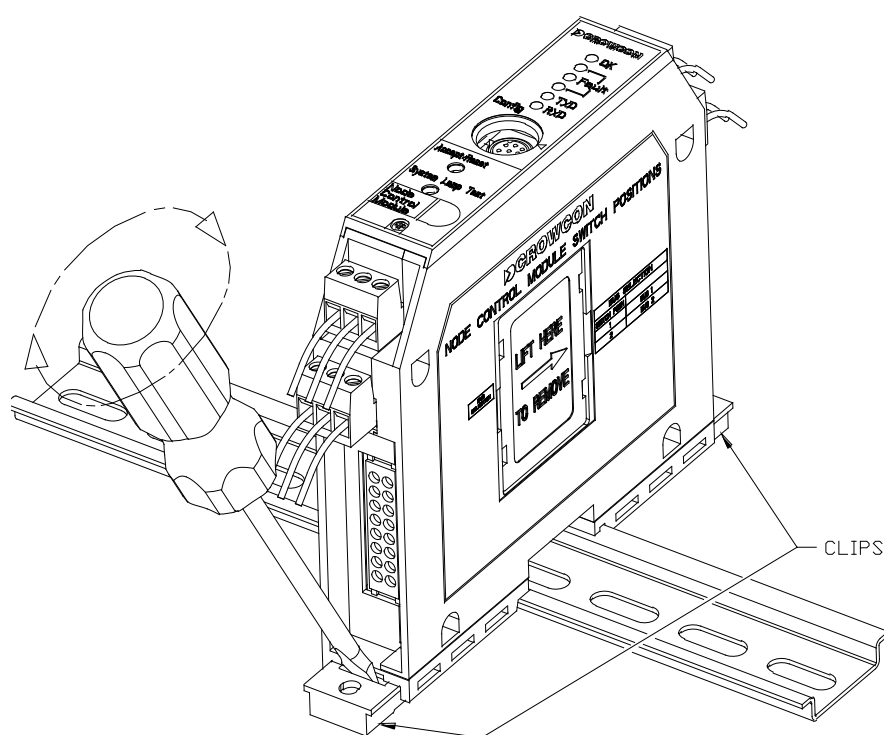

Figure 14 : Module sur le Rail DIN et procédé de retrait
Les modules sont branchés dans les fiches sur le Rail DIN et sont maintenus par des clips en plastique. Voir Figure 14.
5. Pour démonter un module, soulevez le clip supérieur et baissez le clip inférieur en utilisant un tournevis, comme indiqué sur la Figure 14. Enlevez le module du Rail DIN.